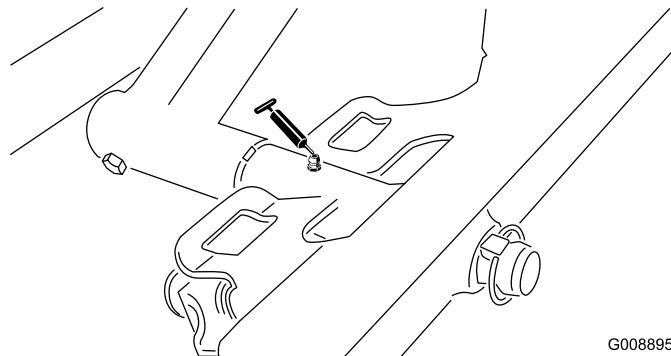

Рисунок 48
- Ось поворота переднего режущего блока (Рисунок 48)